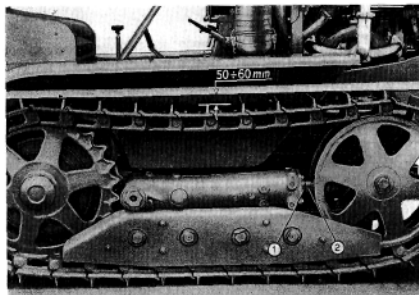

Fig. 44. - Regolazione dei cingoli.
**Ogni 240 ore di lavoro:** verificare la tensione dei cingoli. La tensione è regolare quando la freccia del tratto superiore è di  $5 \div 6$  cm (fig. 44).